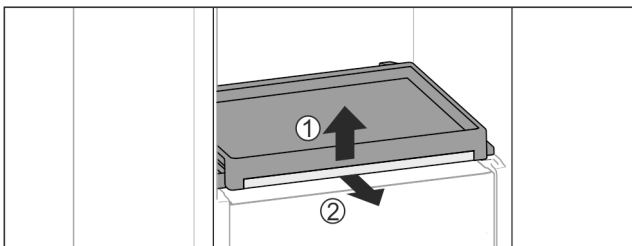

Fig. 77
- ▶ Извадете изтеглящата се дъска със стъклената плоча: Повдигнете леко отпред стъклената плоча Fig. 77 (1) и я изтеглете напред Fig. 77 (2).